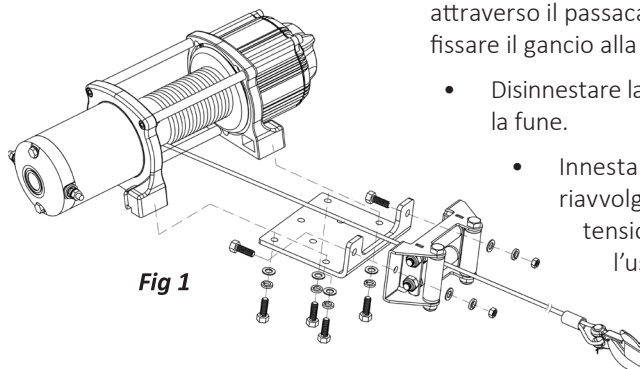

Fig 1
- Il verricello deve essere montato con la direzione di trazione perpendicolare al sistema di fissaggio dei bulloni di montaggio. Si veda la Fig 1.